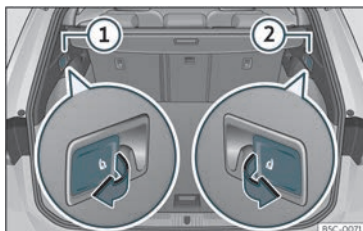

Fig. 112 No maleteiro: pancas para desbloqueio do respaldo traseiro.
- Puxe da panca de desbloqueio a distancia da parte esquerda»» **fig. 112** ① ou direita ② do respaldo no sentido da frecha. A parte desbloqueada do respaldo traseiro abátese automaticamente cara adiante.